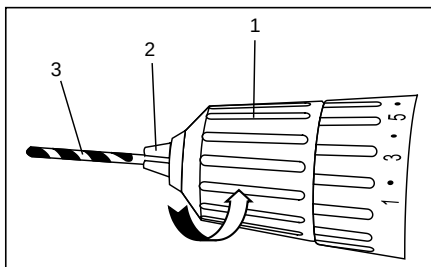

Рис.9
Поверните гильзу патрона (1) в направлении по часовой стрелке, пока губки патрона (2) не сойдутся равномерно и оснастка не будет надёжно зажата (Рис. 9).